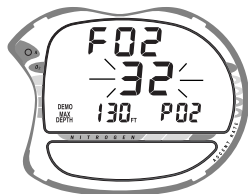

Fig. 80 - Demo FO2
- Drücken Sie kurz die linke Taste ("Weiter") um **DEMO: FO2** anzuwählen. Das DEMO-Symbol und **Air** (oder ein numerischer Wert) blinken (Fig. 80).